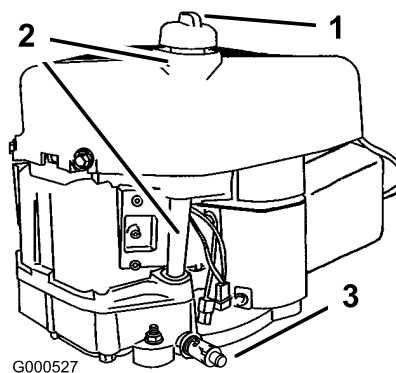

Figure 24
2. Nettoyez la surface autour de la jauge d'huile (Figure 24) pour éviter que des impuretés ne s'introduisent dans le goulot de remplissage, ce qui risquerait d'endommager le moteur.
10. Nettoyez la surface autour du bouchon de la jauge de niveau d'huile et dévissez le bouchon (Figure 24).
11. Versez avec précaution environ 80% de la quantité d'huile spécifiée dans le goulot de remplissage (Figure 24).